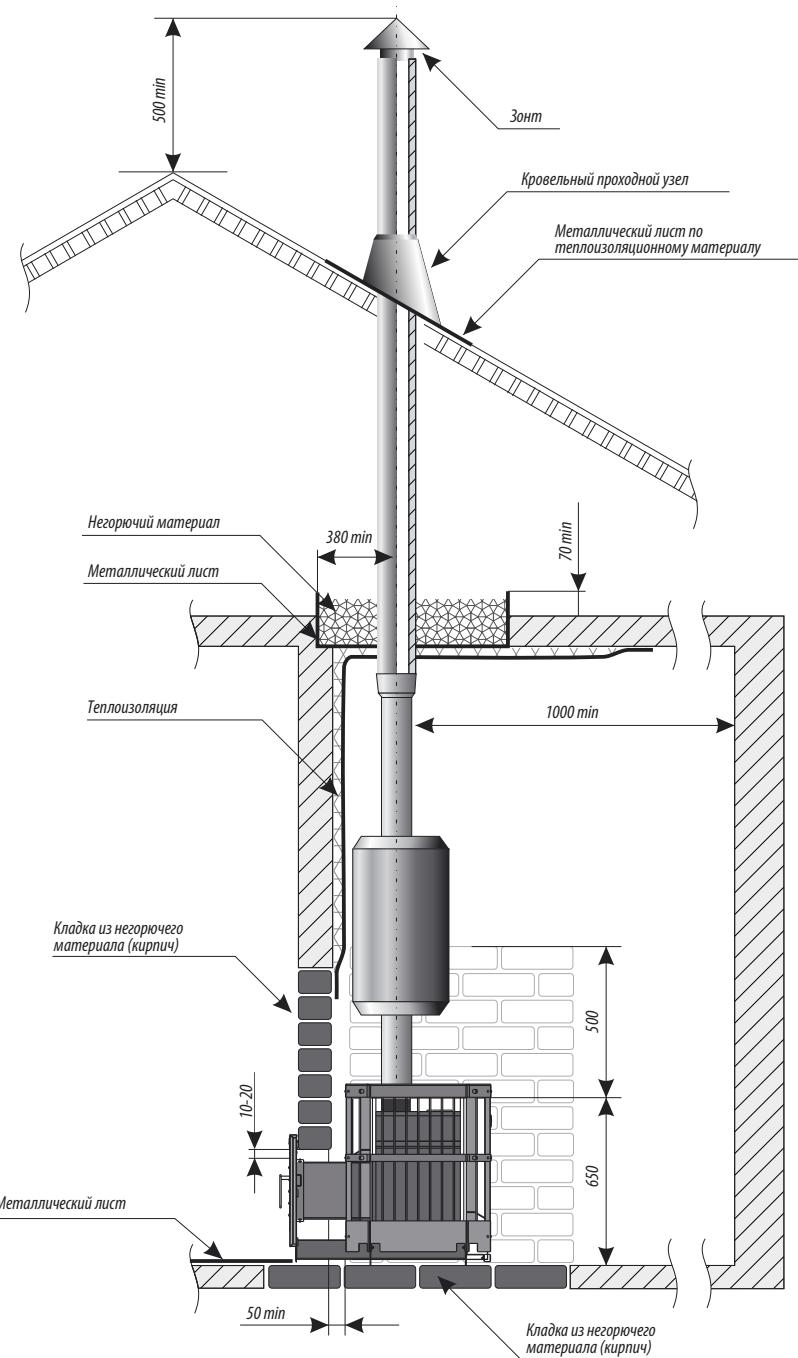

Рисунок 5. Схема установки печи (вид сбоку)
3. Установить печь со стороны парильного помещения так, чтобы топливный канал прошел сквозь отверстие в стене (рисунок 5 стр.10).